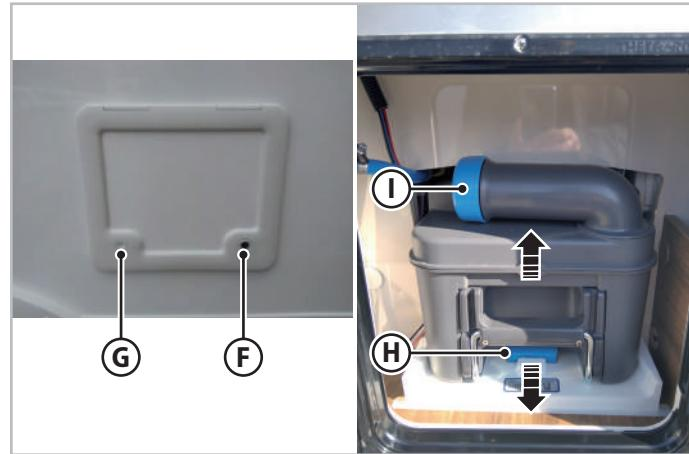

Fig. 6.45 - Vidange de la cassette WC
2. Ouvrir la serrure avec la clé (F - Fig.6.45), puis retirer la clé.
3. Appuyer sur les boutons G et F (Fig.6.45) et ouvrir la trappe.
4. Exercer une légère pression vers le haut sur la poignée (H - Fig.6.45) et retirer le réservoir.
5. Retirer le bouchon (I - Fig.6.45) et appuyer sur le bouton d'évacuation pour vider le réservoir.